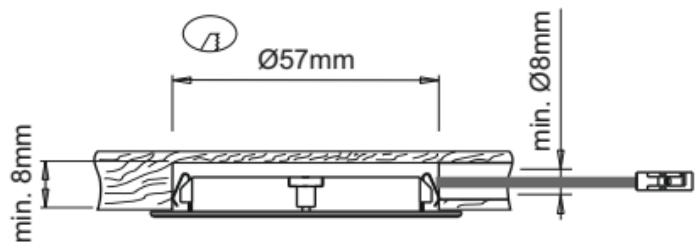

Fig 1
- To flush mount the device, bore a \varnothing 57mm hole \geq 8mm deep on the installation surface and then, if necessary, bore a $\varnothing \geq$ 8mm exit hole for the power supply cable as illustrated in figure 1.
- Für den Einbau der Leuchte eine Bohrung mit ø 57 mm und einer Tiefe von ≥ 8 mm auf der Montagefläche ausführen und ggf. für den Austritt des Netzkabels eine Bohrung mit ø ≥ 8 mm ausbilden (Abb. 1).
$\varnothing \geq 8\text{mm}$ comme indiqué sur la figure 1.